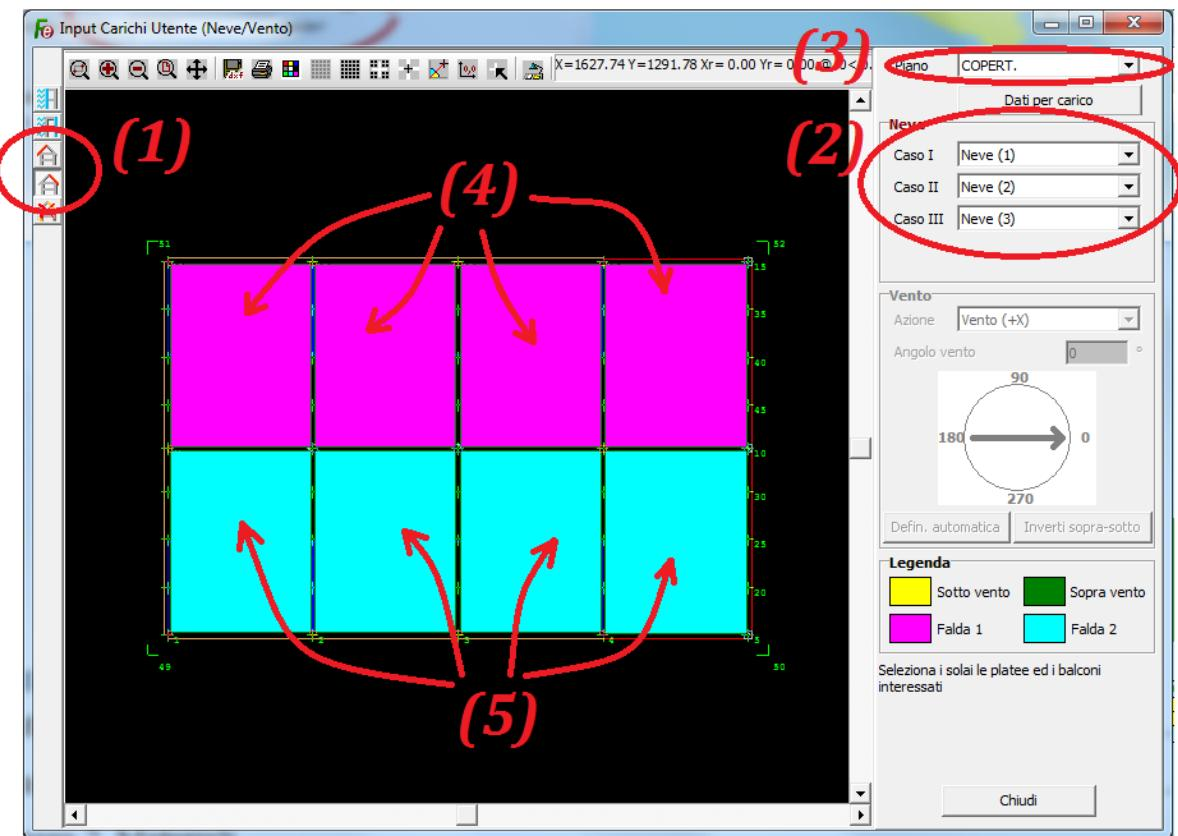

Figura 38
Verrà visualizzata la finestra “*Azione del vento e carico Neve*”. Con riferimento alla figura 38 attivare la scheda “*Azione del vento*” (1). Il software in modo automatico e sulla base delle coordinate già fornite per lo studio della pericolosità sismica di base all’interno dei dati generali è, ovviamente, in grado di risalire alla zonizzazione, alla quota sul livello del mare e alla distanza dalla costa del sito (2). Altre informazioni come, ad esempio, l’altezza della costruzione e la pendenza delle falde vanno inserite manualmente a cura dell’utente.